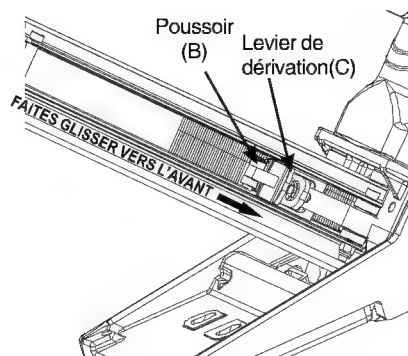

Figure 3
3. Cet outil utilise un levier de dérivation à ressort pour charger et décharger les clous. Une fois que les clous sont bien insérés, tirez le poussoir (B) complètement vers l'arrière en appuyant contre le levier de dérivation (C) du poussoir (Consultez la figure 3).